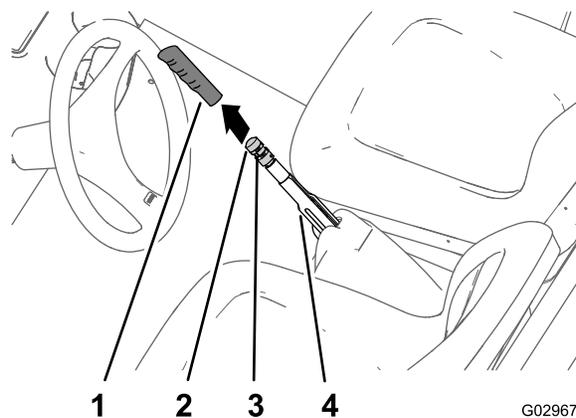

Figure 63
1. Enlevez la poignée du levier de frein de stationnement (Figure 63).
2. Desserrez la vis de fixation du bouton de réglage sur le levier du frein de stationnement (Figure 63).
3. Tournez le bouton de réglage du frein jusqu'à ce qu'une force de 133 à 156 N·m soit nécessaire pour actionner le levier du frein de stationnement (Figure 63).
4. Serrez la vis de fixation et remettez la poignée (Figure 63).
2. Desserrez la vis de fixation (Figure 63) qui fixe le bouton de réglage sur le levier du frein de stationnement, desserrez le frein de stationnement et desserrez le bouton de réglage.
5. Tournez le bouton de réglage du frein (Figure 63) jusqu'à ce qu'une force de 133 à 156 N·m soit nécessaire pour actionner le levier du frein de stationnement.
- C. Tournez le bouton de réglage du frein (Figure 63) jusqu'à ce qu'une force de 133 à 156 N·m soit nécessaire pour actionner le levier du frein de stationnement.
- Serrez la vis de fixation et remettez la poignée (Figure 63).